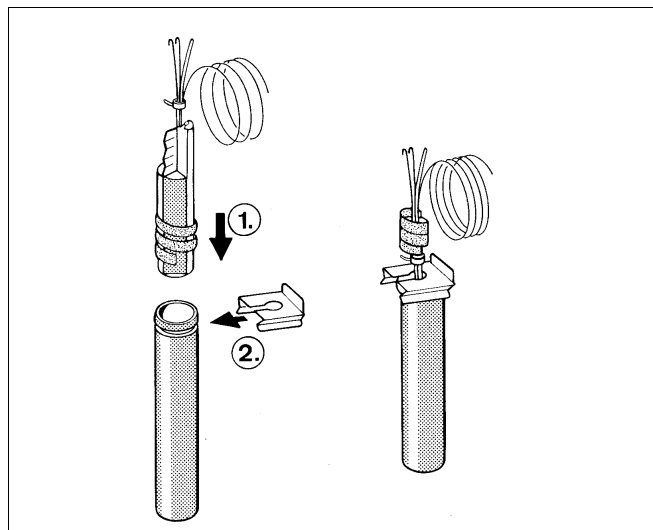

Fig. 4 Schemă de principiu
- La introducerea în teacă, spirala de material plastic – pentru menținerea pieselor sensorului în pachet – alunecă automat înapoi (Fig. 4).
Pentru asigurarea contactului între teacă și suprafețele sensorului, în vederea realizării unui transfer termic sigur, arcul de compensare, trebuie să fie introdus între elementele sensorului (Fig. 4).
- Siguranța pentru blocarea sensorului în teacă se aplică din lateral sau de sus prin apăsare pe capătul tecii (Fig. 4).